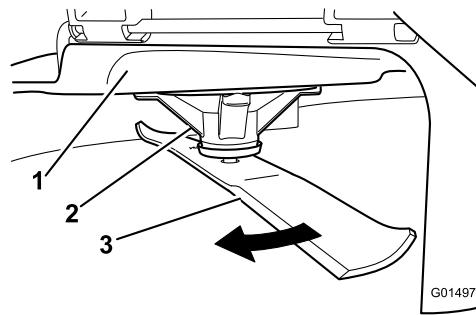

Figura 88
2. Llevando guantes fuertemente accolchados u otro tipo de protección apropiada para las manos, gire la cuchilla lentamente hasta una posición que permita medir la distancia entre el filo de corte y la superficie nivelada en la que descansa la máquina (Figura 88).